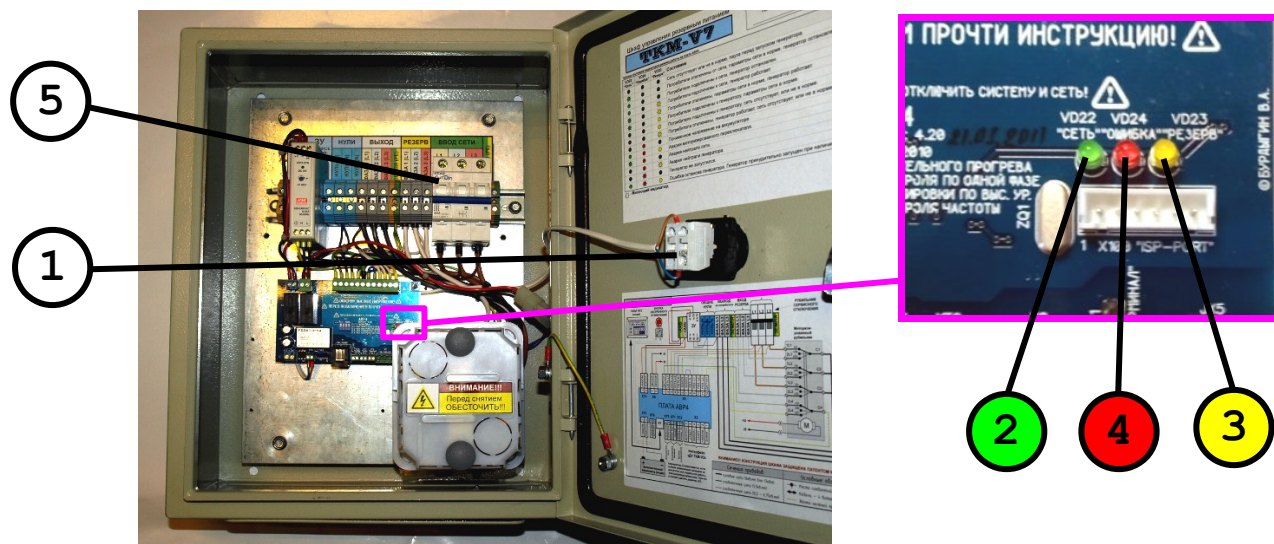

Рис.2. Внешний вид и вид внутри ТКМ-V7.
Позиционные обозначения на рис.2 и рис.3: 1) Кнопка включения/отключения системы. 2-4) Индикаторы режимов работы устройства (см. табл. №2). 5) Рубильник отключения сети.
Для включения устройства поверните и отожмите кнопку «ЭКСТРЕННОЕ ОТКЛЮЧЕНИЕ». При этом на короткое время загорятся и погаснут зелёный, красный и жёлтый индикаторы состояния (рис.2). После чего примерно на 10с останется светиться только зелёный индикатор. По истечении этого времени устройство перейдёт в режим «Автомат», а дальнейшая индикация будет зависеть от состояния сети и генератора (см. таблицу 2).
2. **Через разъём (X2) «ДУ ТКМ-V2»:** на исполнительное устройство посылается сигнал «Разрешение работы», далее блок ожидает прихода с исполнительного устройства сигнала «Готов», и, после появления последнего, посылает сигнал «Старт» длительностью не более 5 секунд, после чего ещё десять секунд ожидает появления высокого напряжения с генератора. Если напряжение пришло, то генератор переходит в режим прогрева (см. далее «Режимы прогрева генератора»), после чего подключает потребители. Если высокое напряжение не пришло, то сигнал «Разрешение работы» отключается и через 30 секунд процесс повторяется снова. После трёх неудачных попыток система переходит в режим ошибки запуска (мигает красным только индикатор «ОШИБКА» (рис.2,